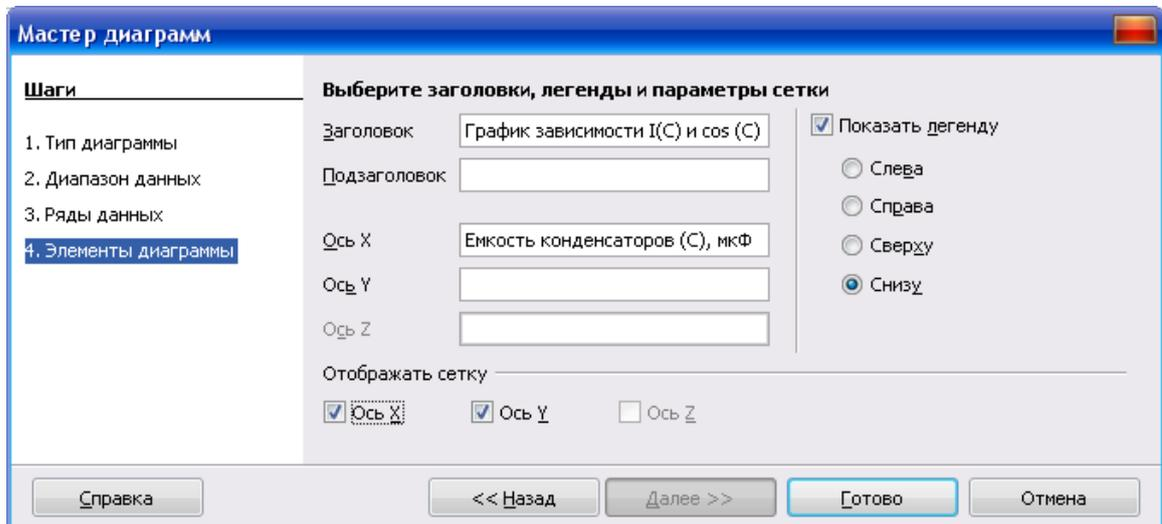

Рис. 2.8. Оформление диаграммы
6. На последнем этапе (рис. 2.8) следует заполнить графы **Заголовок** и **Подзаголовок** (при необходимости), а также дать имена используемым в диаграмме осям в соответствующих графах. Для отображения сетки нужно активировать пункты в группе **Отображать сетку**: **Ось X**, **Ось Y**. Видимые линии сетки делают более наглядным расположение значений в диаграмме. Щелкнуть по кнопке **Готово**.